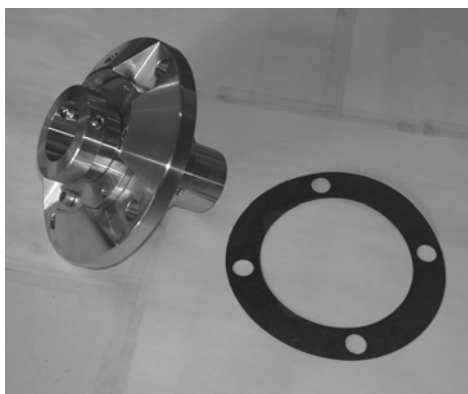

图 47：集装式密封件和衬垫
2. 安装整个集装式密封件时，将衬垫安装到集装式密封件的密封盖（见图 47）。为使衬垫就位，可能要用到润滑脂。将整个组装体滑到轮轴，直到填料函盖完全置于盖板孔。安装和箍紧四个集装式密封件的帽螺钉。将轴套完全推到轴向堵塞，拧紧固定螺钉到 130 inch-lbs。